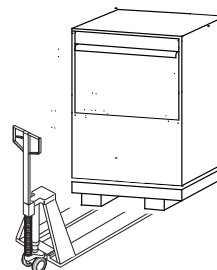

Fig.2
- 5- Soulever l'appareil sur son embase au moyen d'un chariot élévateur. (Fig.2)